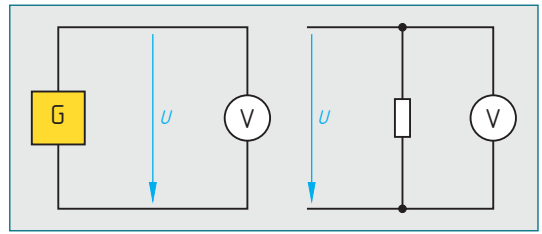
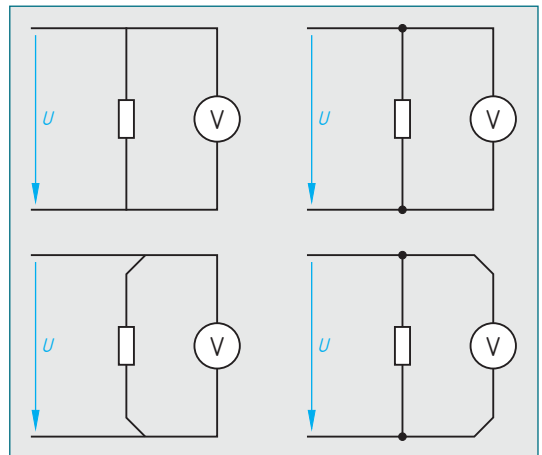

Bild 1: Messung der Spannung
Bild 3: Darstellungen von Abzweigungen nach DIN EN 61082
Die elektrische Spannung bewirkt, dass durch einen Widerstand ein elektrischer Strom fließt. Die Spannung hat das Formelzeichen *U* und die Einheit Volt (V), benannt nach Volta, italienischer Physiker, 1745 bis 1827. Die Spannung wird mit einem Spannungsmesser gemessen. Dieser wird zwischen die Punkte der Schaltung geschaltet, zwischen denen die zu messende Spannung liegt (**Bild 1**).
In Bild 1 sind die Leiter zum Spannungsmesser von den Leitern zum Widerstand abgezweigt. Derartige *Abzweigungen* sind in Schaltplänen sehr häufig. Nach DIN EN 61082 können sie verschiedenartig gezeichnet werden, obwohl sie elektrisch das Gleiche aussagen (**Bild 3**). Im Buch werden zur Gewöhnung, wie in der beruflichen Praxis, alle Arten angewendet, vor allem die Formen mit und ohne Punkt.